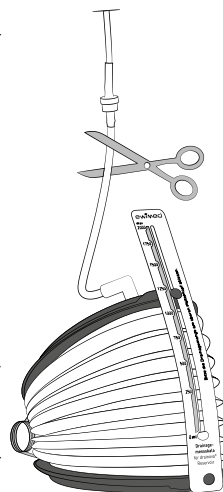

bild 1
4. Klipp av slangen under backventilen\* (bild 1). Släng den avklippta slangbiten med slangklämman och munstycket. Använd vid behov duken. För att kunna hålla ut vätskan i sugbehållaren i toaletten ska dränageslangen positioneras så att öppningen på slangen pekar nedåt ovanför toaletten.